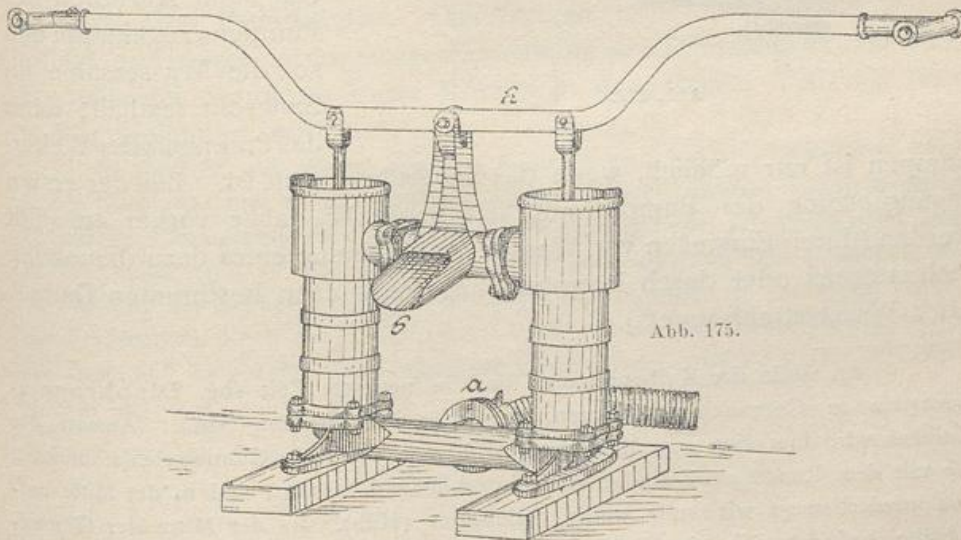

Abb. 175.
2. Die Doppelpumpe hat zwei hölzerne Stiefel oder eiserne Zylinder (Abb. 175), die auf einem gemeinsamen Gestell befestigt sind,